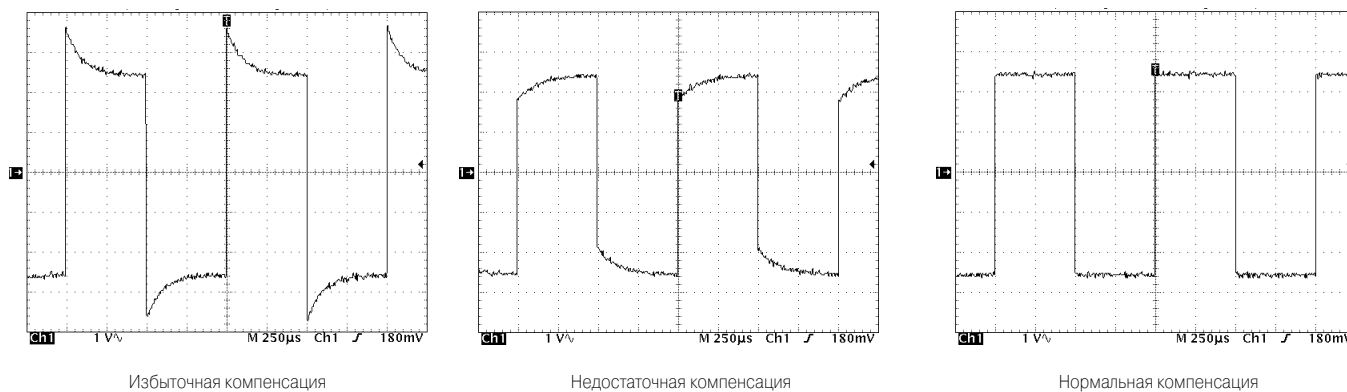

Рис. 1.11. Примеры влияния компенсации пробника на форму меандра.
3. С помощью прилагаемого к пробнику специального инструмента или другого подходящего немагнитного инструмента настройте компенсатор так, чтобы калибровочный сигнал имел плоскую вершину без выбросов или закруглений (см. рис. 1.11).